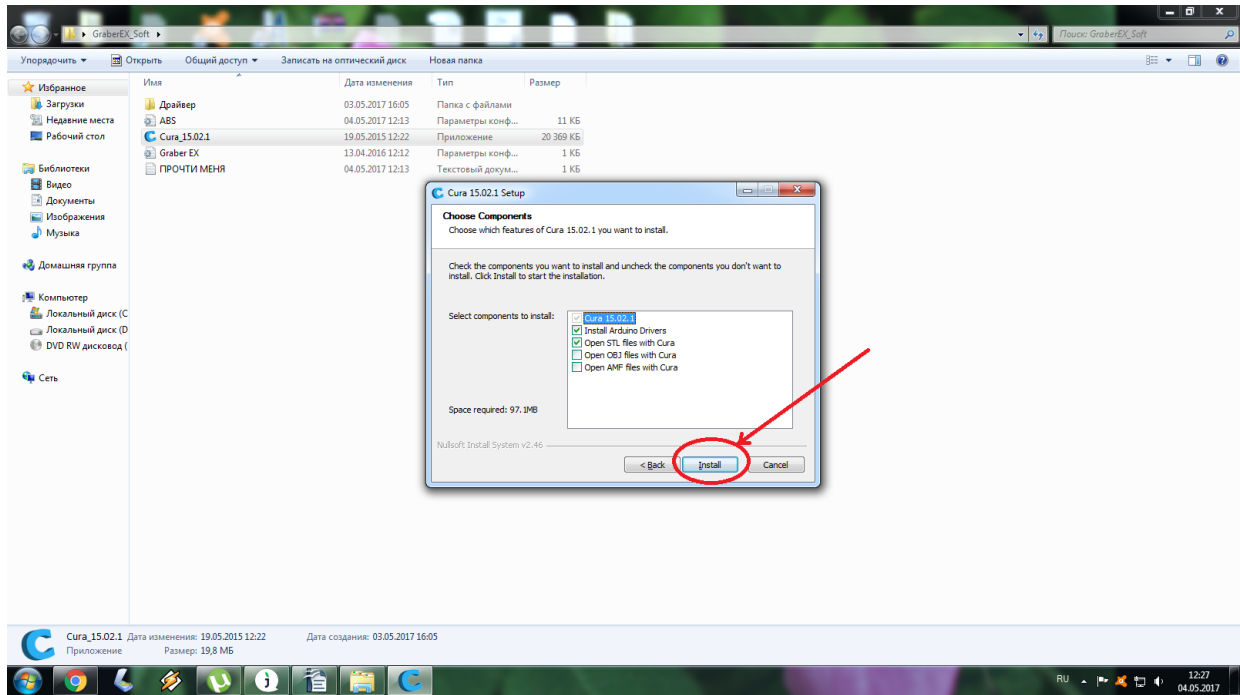

Рисунок 7. «INSTALL»
7) Затем нажмите кнопку «INSTALL», рисунок 7